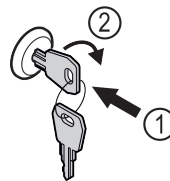

Fig. 46 Példaként szolgáló ábrázolás
- ▶ Dugja be a kulcsot Fig. 46 (1).
- ▶ Forgassa el a kulcsot 90°-kal az óramutató járásával megegyező irányba Fig. 46 (2).